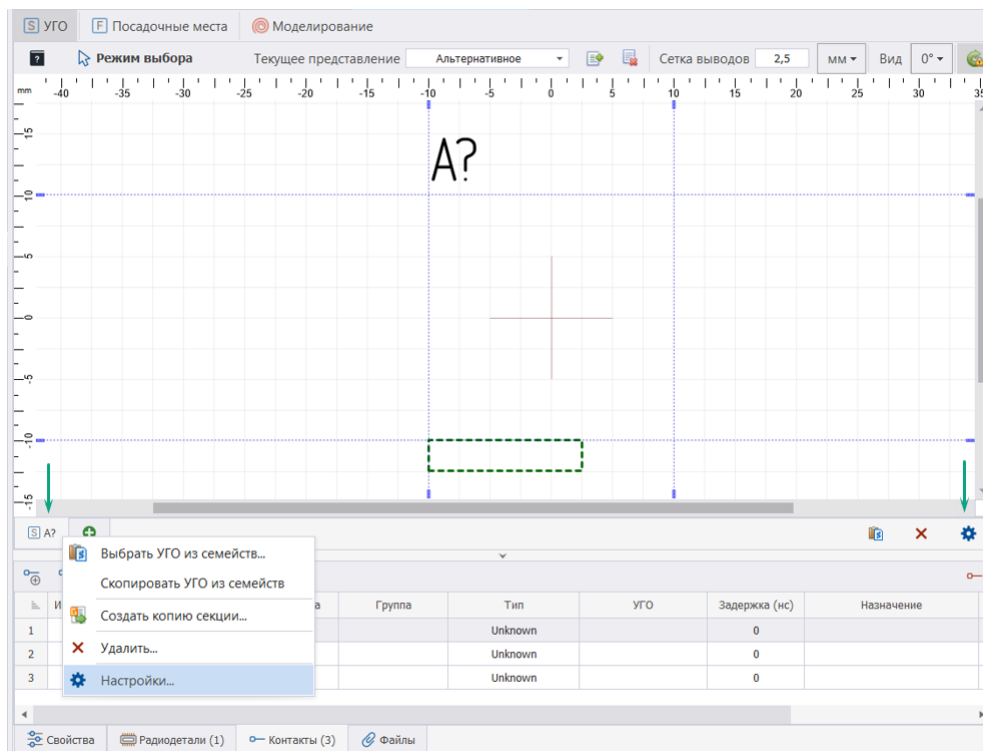

Рис. 236 Вызов окна настроек схемного представления
1. Вызвать окно настроек из контекстного меню секции или с помощью иконки , расположенной в правой части редактора, см. Рис. 236.